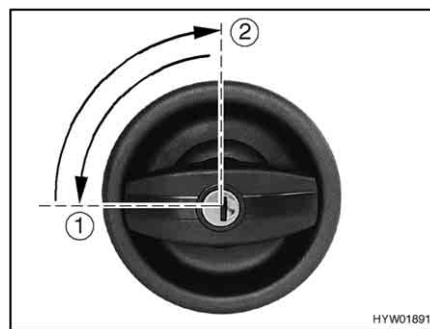

Fig. 21 Serratura della porta di ingresso, lato esterno, bloccata
- Inserire la chiave nel cilindro della serratura e girare in senso antiorario di un quarto di giro (Fig. 21,1).
- Riportare la chiave in posizione centrale (Fig. 21,2) ed estrarla.